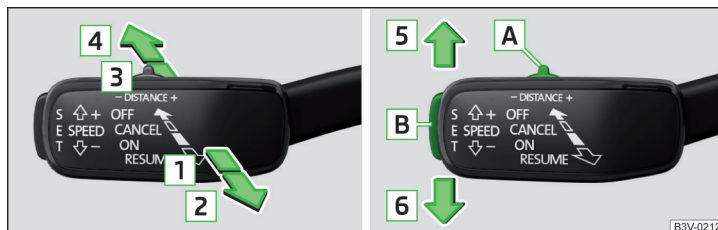

Fig. 282 Elementos de mando del dispositivo de limitación de velocidad
### Vista general del sistema regulador del dispositivo de limitación de velocidad » fig. 282
- La palanca de operación ACC en posición **ON** colocar » fig. 282.